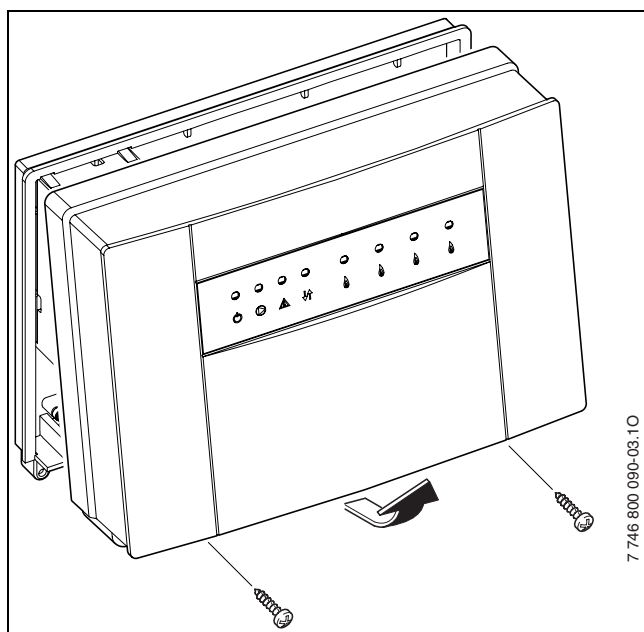

Fig. 7 Tag dækslet af
- Løsn de 2 skruer forneden på modulet MCM10, tag dækslet forneden frem, løft det op, og tag det af (→ fig. 7).
- Åbn huset til MCM10 mastermodul (→ fig. 7, side 11).